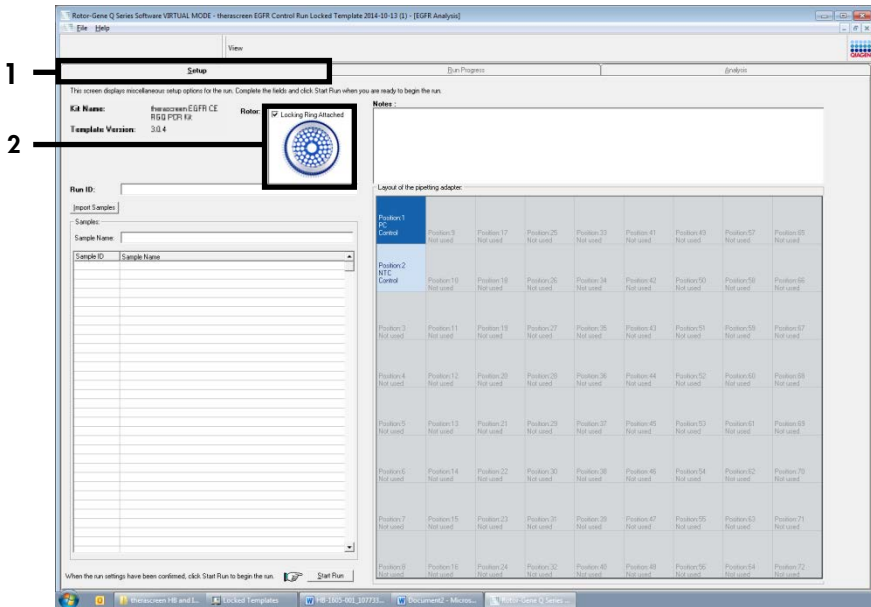

Figure 2. Onglet « Setup » (Configuration) (1) et case « Locking Ring Attached » (Bague de verrouillage fixée) (2).
13. L'onglet « Setup » (Configuration) s'ouvre par défaut (figure 2). Veiller à ce que la bague de verrouillage soit correctement fixée et cocher la case Locking Ring Attached (Bague de verrouillage fixée). Fermer le capot de l'appareil Rotor-Gene Q MDx 5plex HRM.